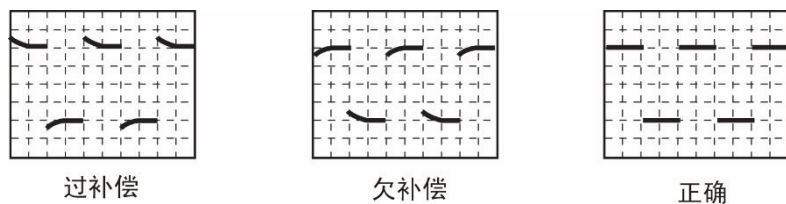

图 5.4 探头补偿信号
(3) 接入探头补偿端信号后，点击【Auto Setup】一键捕获波形，此时屏幕上可能会出现图 5.4 所示三种波形其中一种，探头补偿端方波幅值约为 3V，频率为 1KHz。
为何会出现如图 5.4 所示的过补偿和欠补偿现象。原因是没有对探头进行低频补偿调节，使用任一无源探头与示波器首次相连均须进行低频补偿，以便与示波器通道的输入特性匹配，否则可能导致显著的测量误差。以标配的 100M 无源探头 ZP1010SA 为例说明低频补偿步骤。
- (2) 波形在屏幕上显示 2~3 个信号周期且信号所占垂直刻度为 2 至 6 格。可以在示波器的屏幕上看到如图 5.4 所示三种波形其中的一种，若出现过补偿和欠补偿现象则需要进行探头的低频补偿调节。